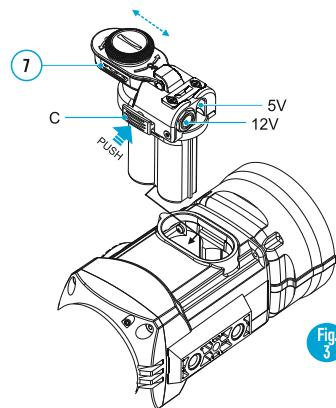

Fig. 3
- Instale el adaptador de alimentación externa en el contenedor de baterías del monocular (ver fig. 3) y presíñelo firmemente desde arriba para asegurarse de que los cierres (C) cierren en su lugar de ambos lados.
- Fije la tapa (7) en el adaptador (ver fig. 3).
- (11). Para extraer el adaptador de alimentación externa, presione los pestillos de ambos lados y tirelo.